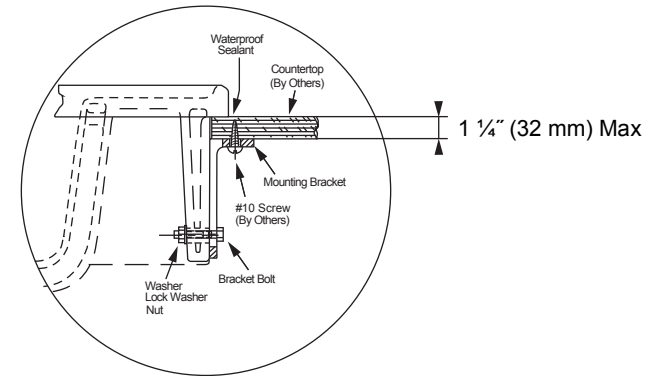

Figure 2
2. Place Bracket Bolt (C) through the slot in Mounting Bracket (A) and then through the hole in the back wall of the lavatory as shown in Figure 2.
3. Place Washer (F) and then place Lock Washer (G) on the bolt. Install one (1) Nut (E) loosely on the bolt.
4. Slide Bracket (A) up until the top is flush against the underside of the countertop.
5. Tighten Nut (E) to secure Bracket (A) into place.
6. Install a #10 screw, or other appropriate fastener (supplied by others), through the hole in the top of Bracket (A) into the countertop.
2. Insérer le boulon du support (C) dans la fente du support de montage (A), puis dans le trou percé dans le mur derrière le lavabo, comme indiqué à la figure 2.
3. Insérer la rondelle (F), puis la rondelle frein (G) sur le boulon. Fixer un (1) écrou (E) sur le boulon, sans serrer.
4. Glisser le support (A) vers le haut jusqu'à ce qu'il soit bien appuyé sur le dessous du comptoir.
5. Serrer l'écrou (E) pour fixer le support (A) en place.
6. Insérer une vis n° 10 ou une autre pièce de fixation appropriée (non comprise) dans le trou en haut du support (A), puis dans le comptoir.